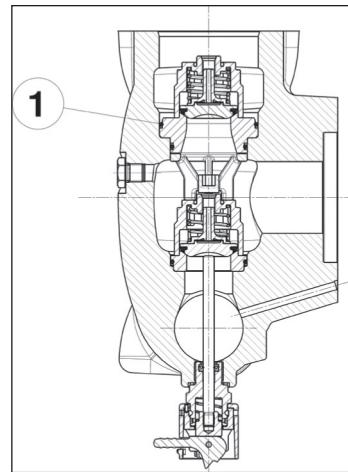

Fig. 111
Preste atenção especial na inserção do anel O-ring indicada na pos. ①, Fig. 111.